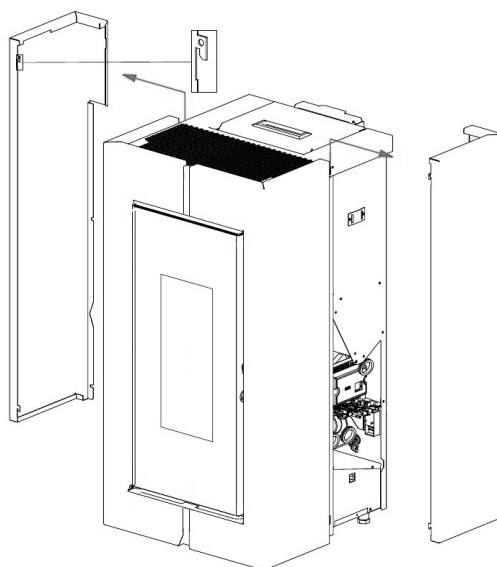

Fig. 57 - Décrocher les flancs
- Décrocher les flancs arrière (voir **Fig. 57**).